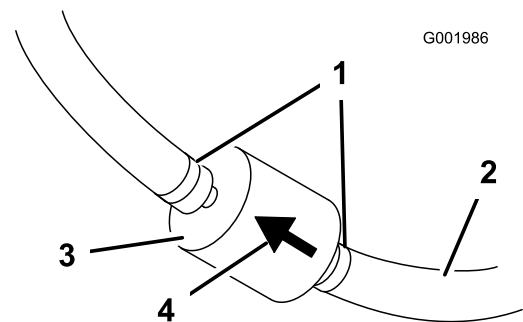

Рисунок 46
5. Сожмите концы шланговых хомутов и сдвиньте их с фильтра (Рисунок 46).